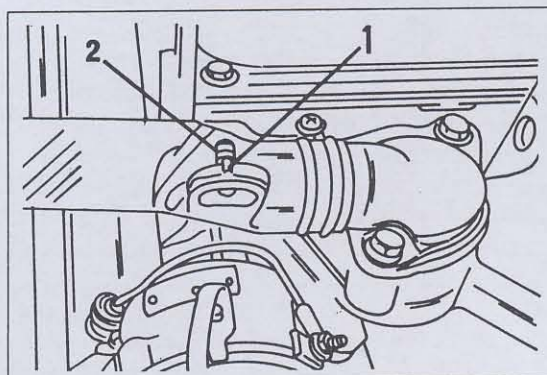

Bild 188
- Zündverteiler so einsetzen, dass der Verteilerläufer auf die eingezeichnete Marke im Rand des Verteilergehäuses weist und die eingezeichnete Linie im Montageflansch in einer Linie mit der Stiftschraube steht. Dabei muss man sich an Bild 188 halten. Zu beachten ist, dass der Läufer und die Verteilerwelle dazu erst um 60° in die Gegenrichtung gedreht werden müssen, um den Läufer in die angegebene Stellung zu bringen, nachdem der Verteiler sitzt.